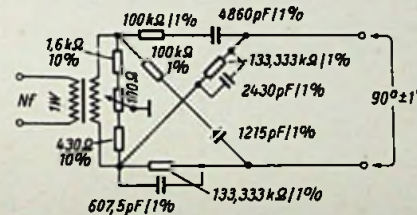

Bild 10. Niederfrequenzphasenschieber. Der Transformator soll etwa 2 kOhm Sekundärimpedanz haben
4) Die exponentielle Stromzunahme mit der Temperatur gilt exakt nur für die Sättigungsströme, während der Emissionsstrom wegen des mit der Temperatur zunehmenden U_T -Wertes weniger stark ansteigt (siehe Formel Bild 10).
Schwieriger ist die Phasenverschiebung für die Nf-Spannung, weil nicht nur eine Frequenz, sondern ein ganzes Band gleichmäßig verschoben werden soll. Dies ist exakt nicht möglich, jedoch sind RC-Netzwerke entwickelt worden, die zwei Ausgänge besitzen, zwischen denen die gewünschte Phasendifferenz im Bereich 300...3000 Hz mit ziemlicher Genauigkeit herrscht (Bild 10). Es ist deshalb wichtig, daß der vor dem Netzwerk liegende Mikrofonverstärker möglichst nur dieses Frequenzband durchläßt. Man kann das mit Tiefpaßfiltern erreichen oder einfacher, indem man Filterzellenmikrofone benutzt.